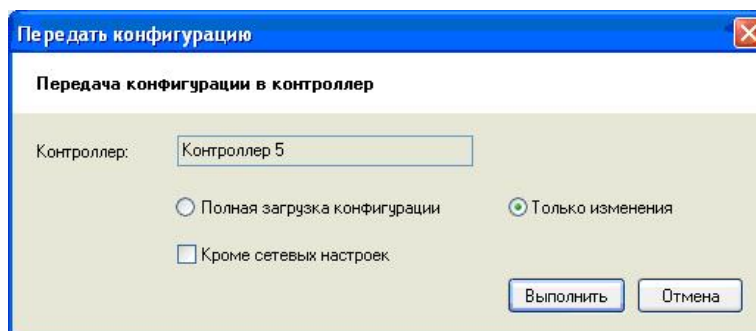

Рисунок 258
- 14) В окне "Выбор контроллера" выберите запись с исходным адресом и нажмите кнопку "Выбрать". На экране появится окно выбора типа загрузки данных (см. Рисунок 258).
- 15) В окне "Передать конфигурацию" выберите "Только изменения", убедитесь, что НЕ отмечена кнопка "Кроме сетевых настроек и параметров авторизации" (см. Рисунок 258) и нажмите кнопку "Выполнить".